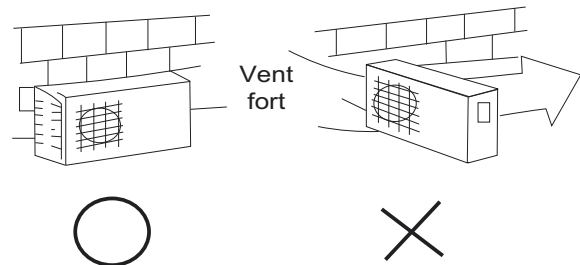

Fig. 10 – Installation sous vent fort
1. Sélectionnez l'emplacement d'installation de l'appareil extérieur en respectant les exigences d'installation. Pour éviter une exposition au vent, installez l'appareil extérieur en orientant l'entrée d'air vers le mur (voir figure 10).